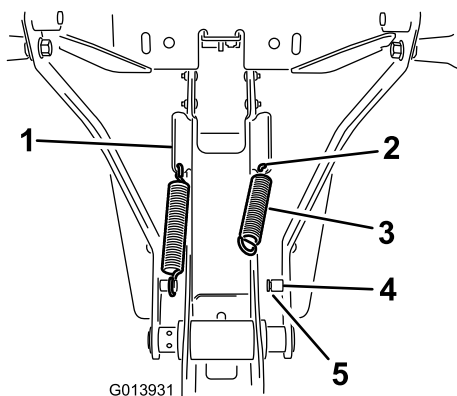

Figura 18
- Instalați arcu în orificiul din capătul inferior al umărului înclinat de pe laterala ansamblului cadrului (Figura 18).
- Prindei un capăt al arcului în orificiu i celălalt capăt de suportul arcului (Figura 18).
- Asigurai-vă că acel capăt al arcului este corect fixat în canelura suportului (Figura 18).